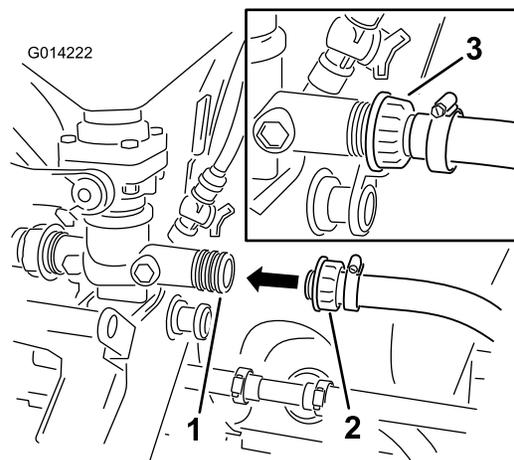

Figure 26
2. Raccordez cette extrémité du flexible à l'ouverture face à l'arrière de la vanne d'éjection (Figure 26). Fixez-le à l'éjecteur avec l'écrou en plastique.